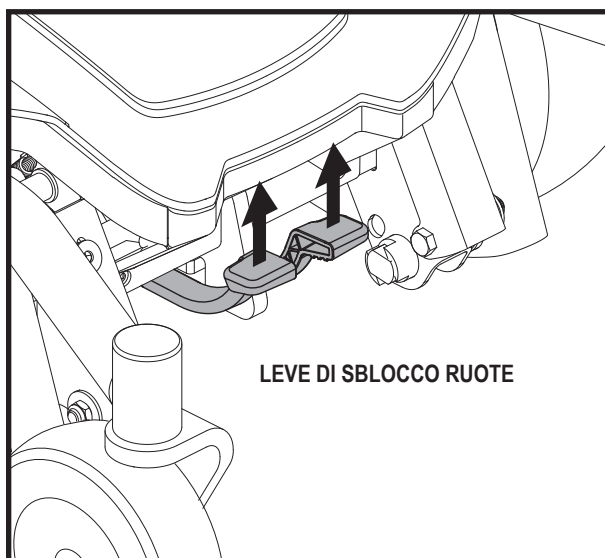

Figura 4. Modalità di guida (Trazione attivata)
2. Tirare su entrambe le leve per attivare i motori di trazione (modalità di guida). **Vedere figura 4.**